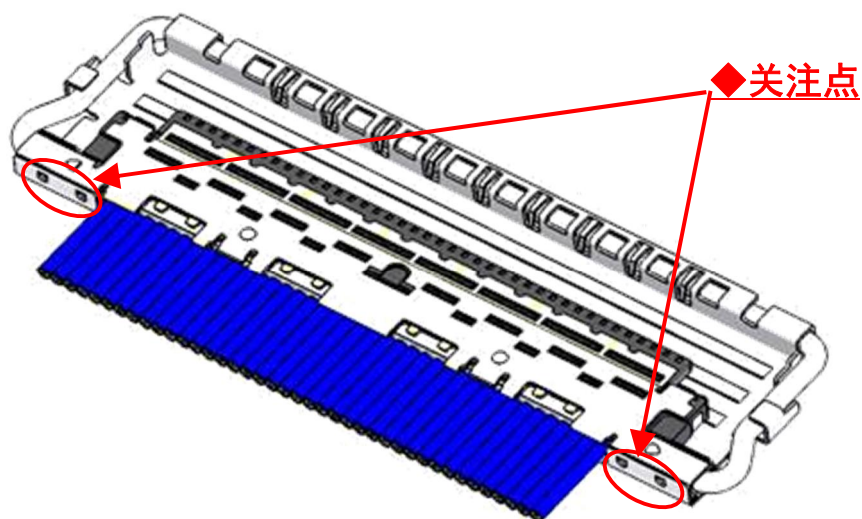

图 12 外壳 A 和外壳 B 焊接
⑤推荐将 Shell-A 和 Shell-B 用电烙铁全部焊接。（图 12◆部）